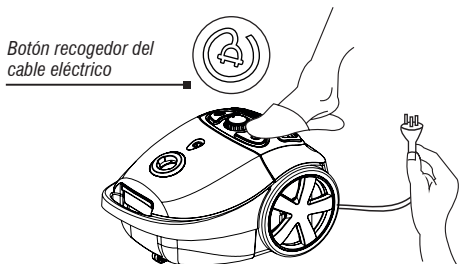

Fig. 7 – Liberación del cable eléctrico
- Presione suavemente el botón de desenrollado del cable eléctrico, de acuerdo a como se muestra en la Fig. 7. Desenrolle por completo el alargue para evitar el calentamiento excesivo del cable eléctrico. Extienda el cable eléctrico hasta la marca amarilla, que simboliza que el alargue está llegando a su fin. Nunca sobrepase la marca roja del cable eléctrico. Para rebobinar el cable eléctrico, presione nuevamente el botón de desenrollado hasta que el cable sea recogido por completo;